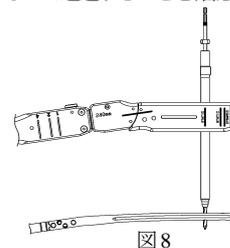

図 8
- 2) 骨幹部スリーブガイドにディスタルスクリュー用ドリルスリーブを組み付けたディスタルスクリュー用スリーブを装着し、ディスタルスクリュー用ドリル (ストッパー付き) 40mm が、ネイルの骨幹部スクリューホールに干渉しないで通過することを確認します。(図 8)